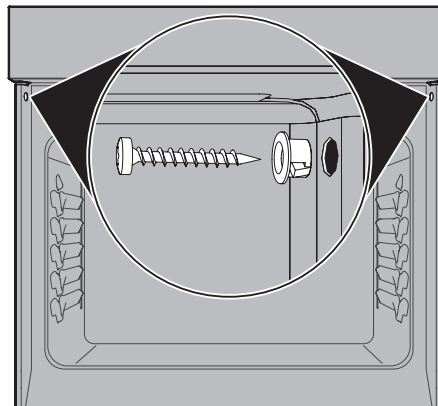

Figura 9: Tornillos de montaje
- A. Los barrenos en las molduras laterales pueden ser usadas como guía para localizar los tornillos de montaje de la unidad (Figura 9).